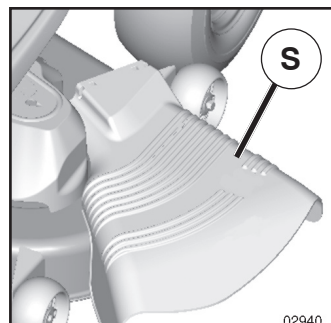

Fig. 23
ATTENTION: N'utilisez pas la tondeuse sans le déflecteur ou sans le ramasse-herbe (S) s'il y a lieu. (Voir La Fig. 23)